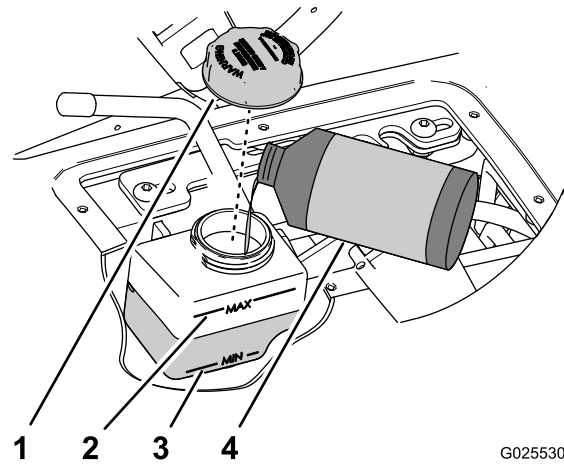

**Figura 70**
1. Retire los pomos de la palanca de elevación hidráulica y la palanca de intervalos de velocidad (Figura 70).
2. Retire los 6 tornillos de cabeza hexagonal con arandela prensada (#10 x 3/4 pulgada) que sujetan la tapa del panel de control a la base del asiento, y retire la tapa del panel (Figura 70).
6. Alinee los taladros de la tapa del panel de control con los taladros de la base del asiento (Figura 70).
7. Sujete la tapa a la base con los 6 tornillos de cabeza hexagonal con arandela prensada (Figura 70) que retiró en el paso 2.
8. Enrosque los pomos en las varillas de la palanca de elevación hidráulica y la palanca de intervalos de velocidad (Figura 70).
2. Retire los pomos de la palanca de elevación hidráulica y la palanca de intervalos de velocidad (Figura 70).
panel de control a la base del asiento, y retire la tapa del panel (Figura 70).
9. Alinee los taladros de la tapa del panel de control con los taladros de la base del asiento (Figura 70).
10. Sujete la tapa a la base con los 6 tornillos de cabeza hexagonal con arandela prensada (Figura 70) que retiró en el paso 3.
11. Enrosque los pomos en las varillas de la palanca de elevación hidráulica y la palanca de intervalos de velocidad (Figura 70).